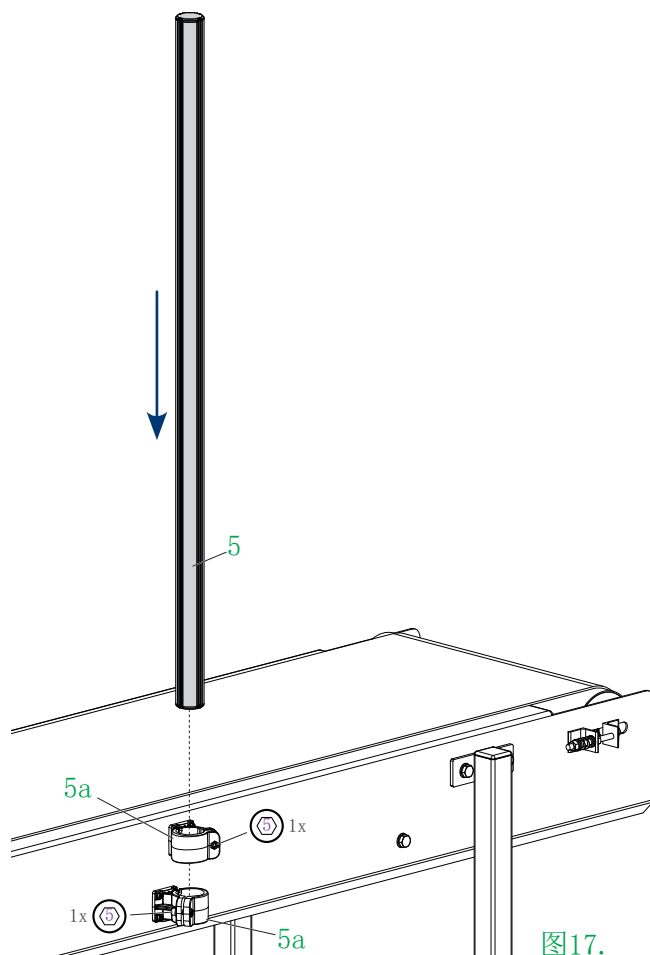

图17.
- 按照图17把支撑杆5插入夹具5a。用5号六角扳手把夹具5a上的所有螺丝拧紧，将夹具固定在支撑杆5上。